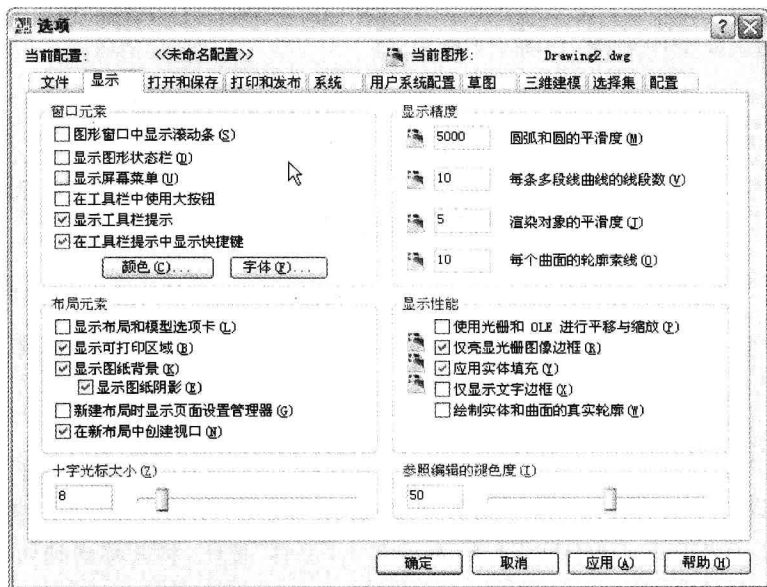

图 1-10 “选项”对话框的“显示”选项卡
置。在该对话框中选择“显示”标签,打开“显示”选项卡。在该选项卡中可对窗口元素、布局元素、十字光标大小和显示精度等进行设置,如图 1-10 所示。
(2) 在“十字光标大小”选项区域中,设置“十字光标大小”为 8,再在“显示精度”选项区域中设置“圆弧和圆的平滑度”为 5000、“每条多段线曲线的线段数”为 10、“渲染对象的平滑度”为 5、“每个曲面轮廓素线”为 10,如图 1-10 所示。单击“应用”按钮,完成显示精度的设置。